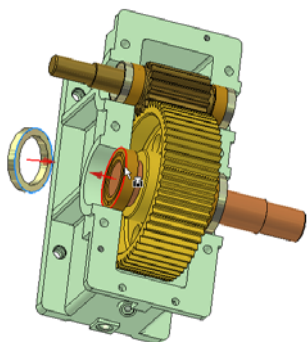

图 10-27 插入约束示意图
①单击【装配】标签栏【零部件】面板上的【放置】工具按钮，打开“打开”对话框，选择两种不同类型的定距环零件（文件名为“定距环 1.ipt”和“定距环 2.ipt”），将其装入到当前工作环境中，每种零件装入两个。
②单击【装配】标签栏【位置】面板上的【约束】工具按钮，打开“放置约束”对话框，装配类型选择为【插入】选项，选择定距环的一个侧面和对应装配位置轴承的一个侧面作为配合面，如图 10-27 所示。